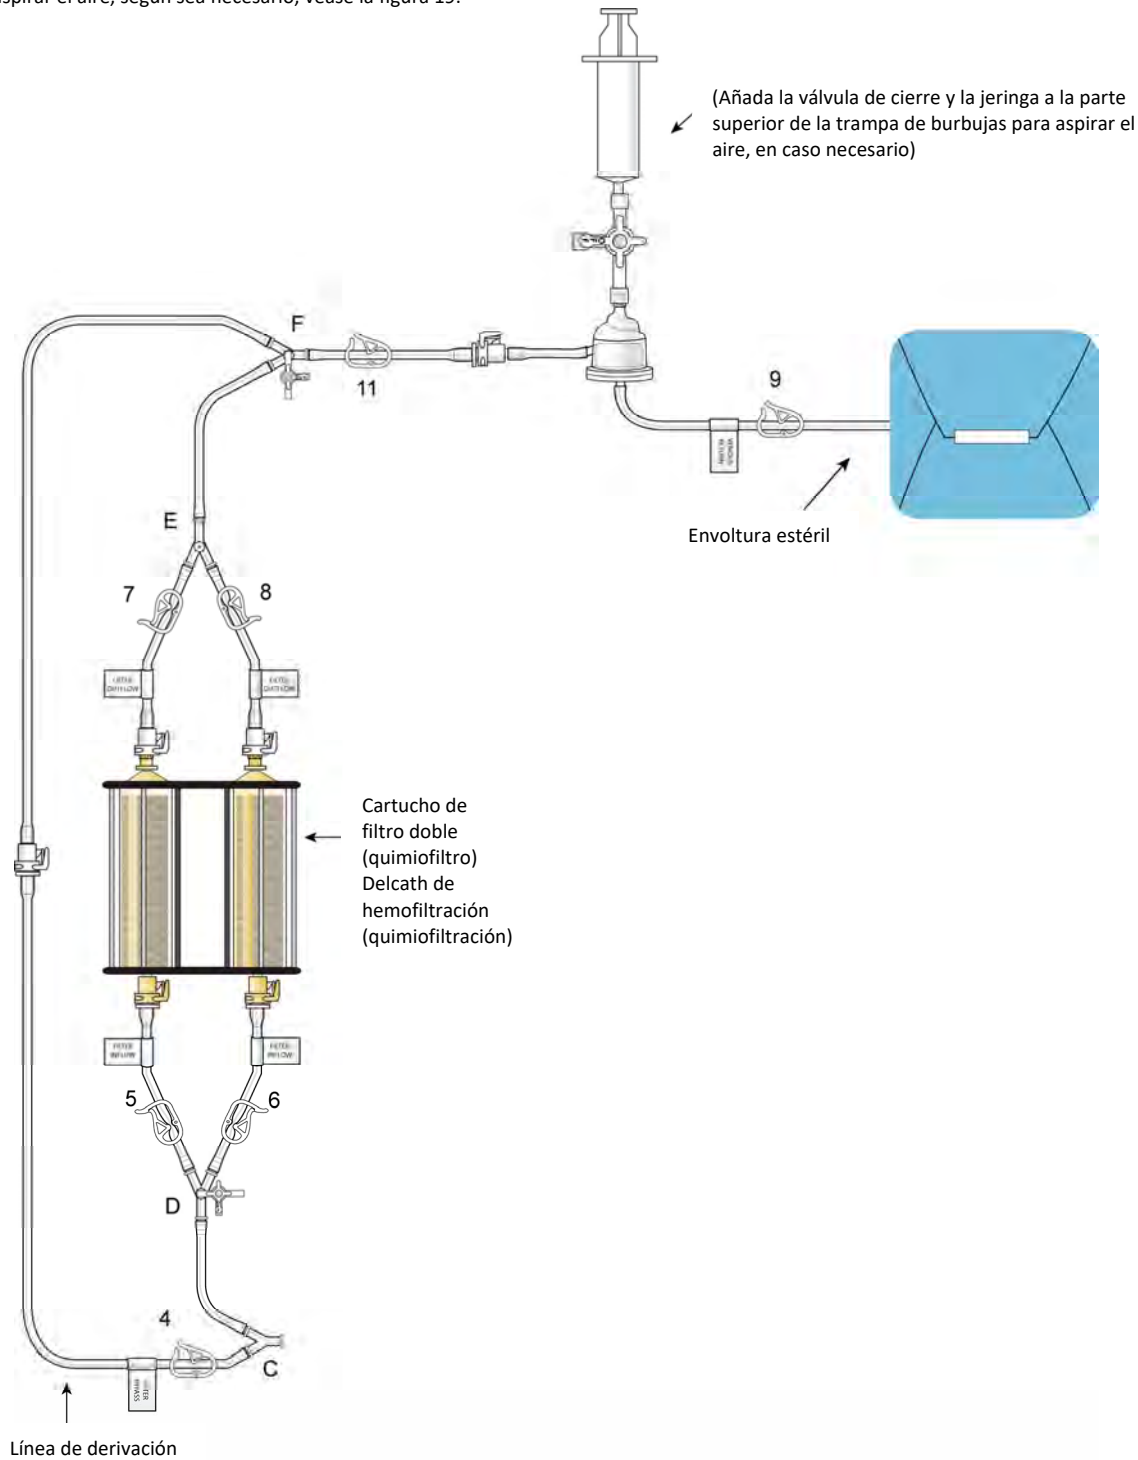

Figura 19
- (d) Ceba la línea de retorno venoso y la trampa de burbujas abriendo las abrazaderas 4, 11 y 9; conecte la válvula de cierre a la trampa de burbujas y utilice una jeringa para aspirar el aire, según sea necesario; véase la figura 19.